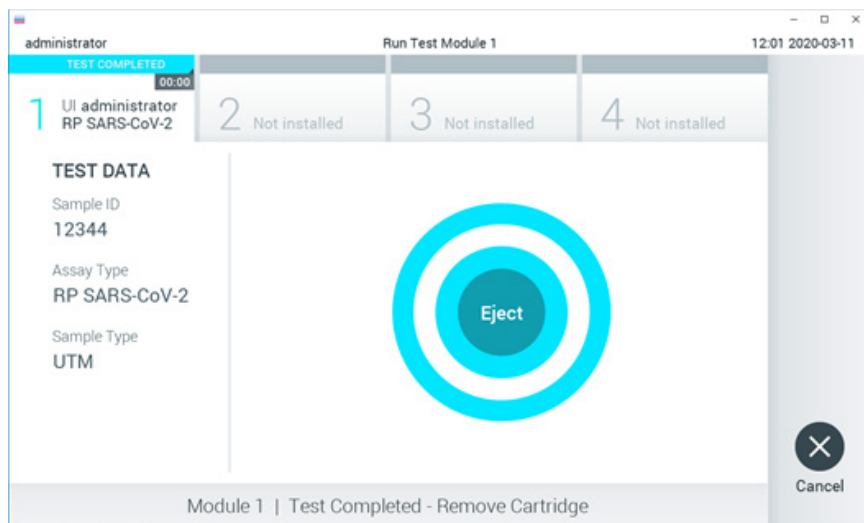

Figura 49. Visualizzazione della schermata Eject (Espelli).
14. Al termine del test, verrà visualizzata la schermata Eject (Espelli) (Figura 49) e la barra di stato del modulo mostrerà il risultato del test come una delle seguenti opzioni: